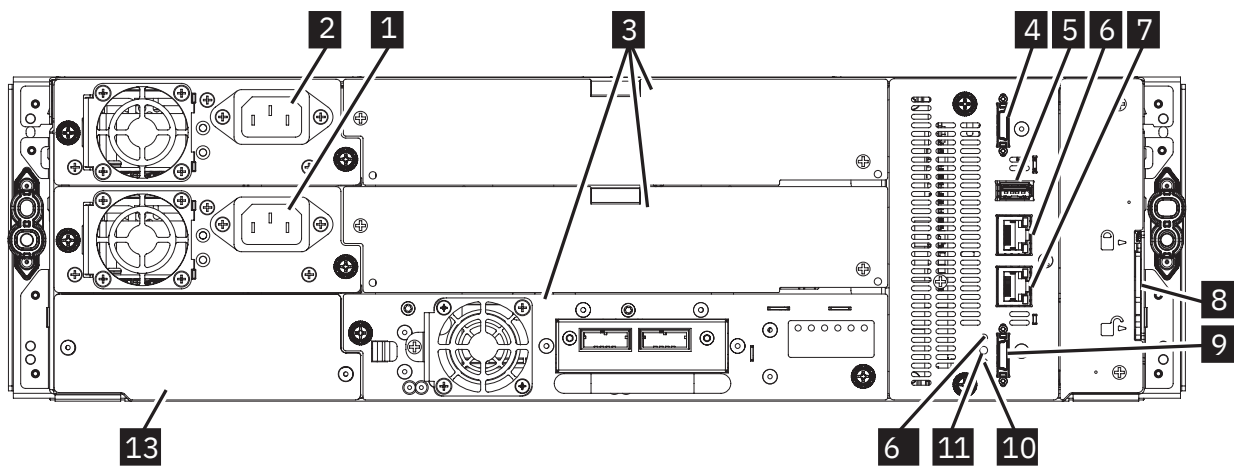

Figura 56. Panel posterior
El módulo base de la biblioteca tiene LED de error y de aviso en el panel frontal (consulte la figura 56 y la tabla 33). Muchos de los componentes de la biblioteca tienen LED de estado visibles en la parte posterior de la biblioteca. La GUI de gestión proporciona indicadores de error.
2. En la parte posterior de cada módulo (base y expansión), en el controlador de módulo, consulte Figura 56 en la página 91 y Tabla 34 en la página 92.